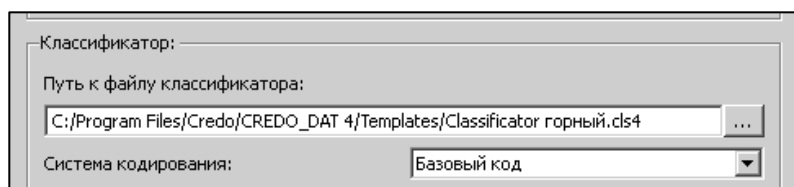

Рис. 1.15
2. Откройте окно **Свойство gds-проекта (Файл/Свойства проекта)**. В узле **Карточка проекта/Параметры** установите путь к вновь созданному классификатору (рис. 1.15).